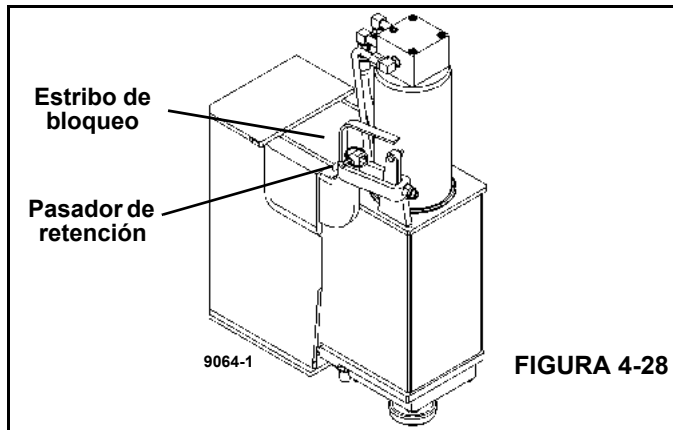

FIGURA 4-28
4. Instale el estribo de bloqueo sobre la orejeta retenedora e instale el pasador restante; consulte la Figura 4-28.